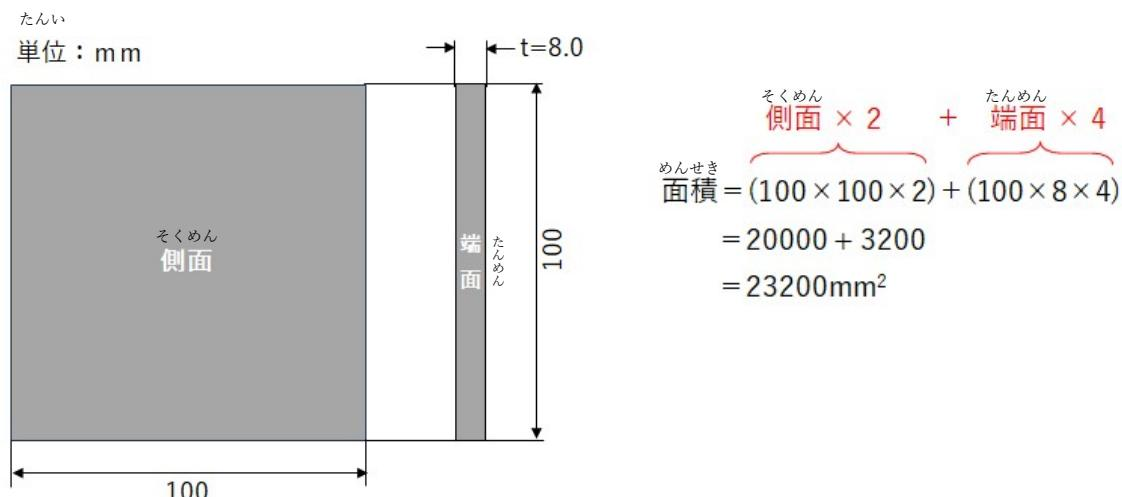

図11-4 基材表面積の計算（端面を考えるとき）
- 図11-4 の例で、断面積（端面の面積）も考えると表面積は 23200mm^2 となります。